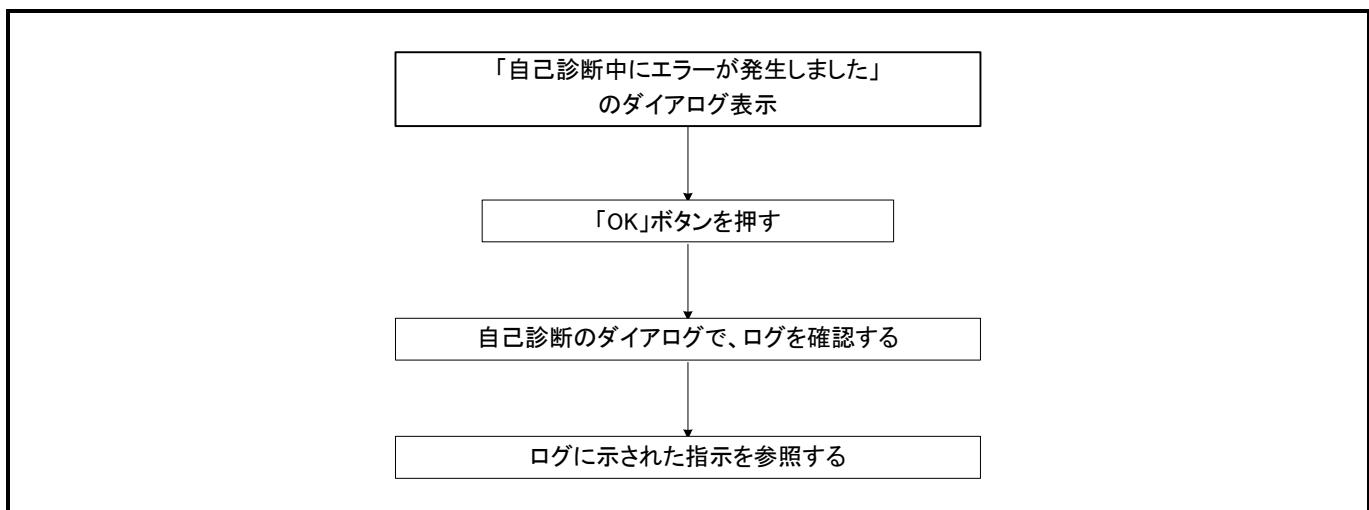

図 6.2 自己診断エラー時の確認フロー
- ① E100エミュレータ本体とMCU Unitの接続を再度ご確認ください。
- ② 正しいファームウェアを再度ダウンロードしてください。
- ③ デバッガソフトの自己診断エラー時のログを確認いただき、ログに示された指示をご参照ください。 (図 6.2 参照)